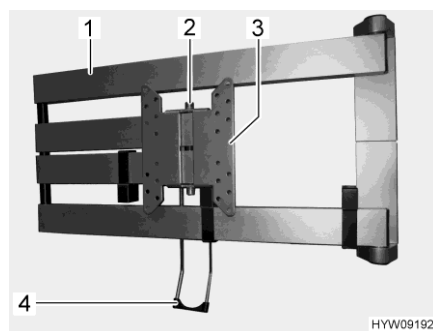

Fig. 46 Bras articulé
- Tirer sur l'étrier de déverrouillage (Fig. 46,4). Le bras articulé (Fig. 46,1) est déverrouillé.